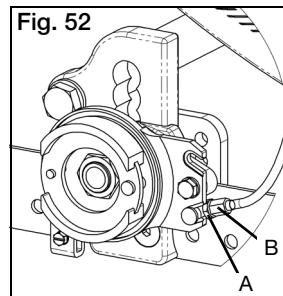

Fig. 52
- a. Utilizando una llave de 10mm, afloje la tuerca (Fig. 52:A) del ajustador (Fig. 52:B). Desenrosque el ajustador para obtener una acción de freno más apretada o enrosque el ajustador para reducir la acción de freno.